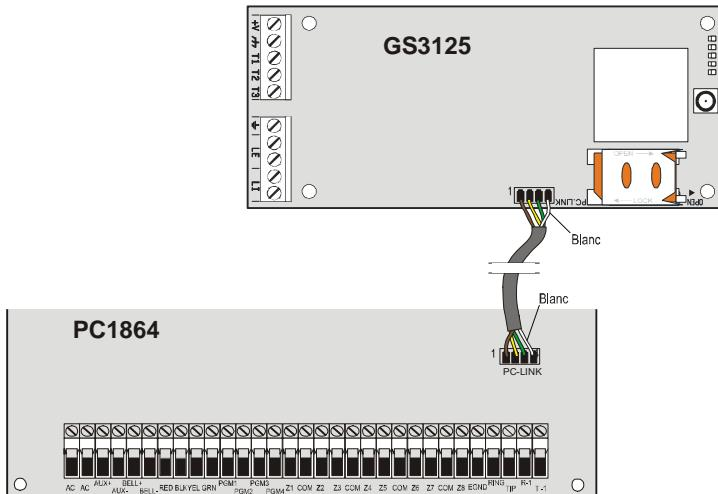

Fig.6 - Raccordement du Communicateur à la centrale DSC Serie Power par câble PCLINK-PCLINK.
Pour raccorder la centrale Serie Power PC1864 aux Transmetteur GS3125, il faudra utiliser le câble PCLINK-PCLINK (v. fig. 6) reliant la prise PC-Link [9] du Transmetteur et la prise PC-Link de la centrale en faisant attention au sens d'insertion de la prise.
**ATTENTION : brancher le câble PCLINK-PCLINK conformément à la fig. 6. Le fil de la prise du câble PCLINK-PCLINK doit être relié à la borne 4 de la prise PC-Link du Comunicatore et de la centrale.**